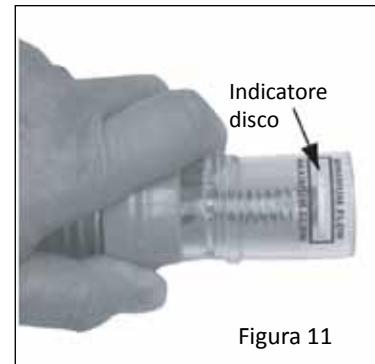

Figura 11
4. Ruotare la manopola di regolazione della valvola regolatore in senso orario per aumentare il flusso o in senso anti-orario per ridurre il flusso, fino a che l'indicatore del disco nel misuratore di flusso non si ferma tra "Max." e "Min." flusso. Vedi **figura 11**.